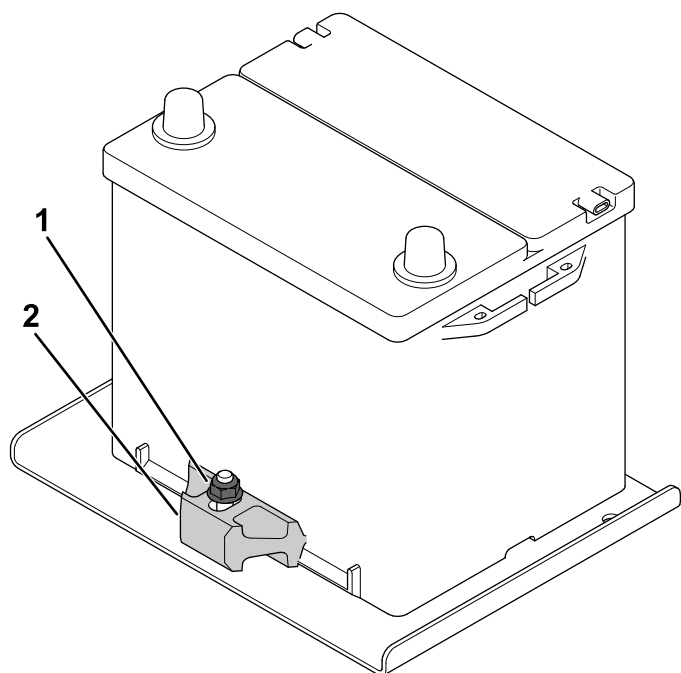

Figura 95
2. Afloje la contratuerca que fija la pletina de sujeción de la batería y retire la batería de la bandeja (Figura 95)
1. Coloque la batería sobre la bandeja y fíjela a la pletina de sujeción apretando la contratuerca (Figura 95).